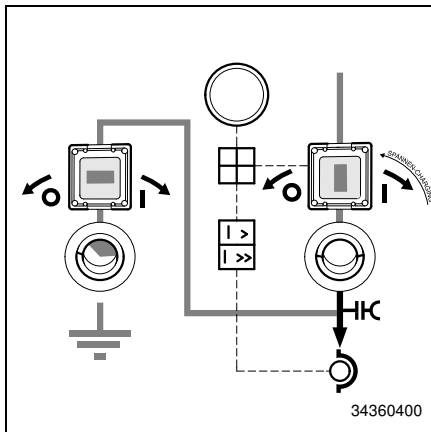

Bild 80
- Ausschalten über den Drucktaster (Bild 80)